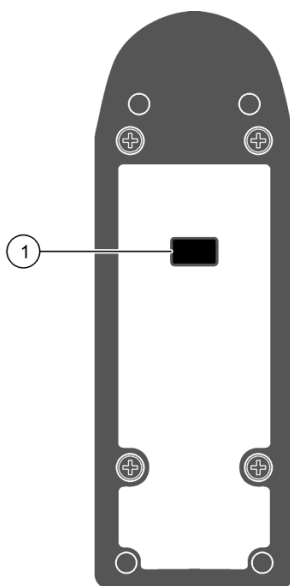

Figura 6 Medidor MP—visão inferior
externa. Os dados são transferidos através da porta de dados Infra-vermelha (IR) na parte inferior do medidor (Figura 6) para o MP-Dock e depois para o PC.